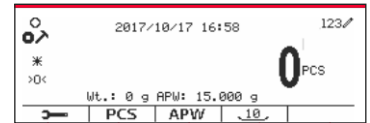

Figure 42
- Appuyez sur le bouton multifonction correspondant à l'icône . (Voir Figure 42)